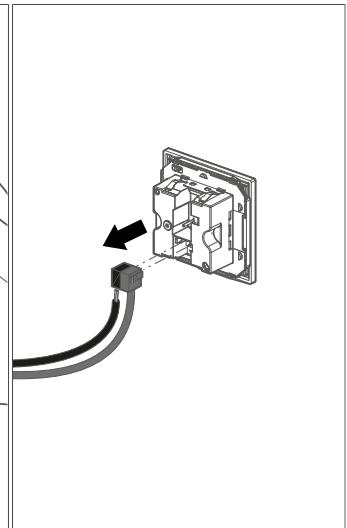

Fig. 22: Koppla bort KNX-
- 4 Ta bort KNX-bussanslutningsklämman från enheten (se Fig. 22).